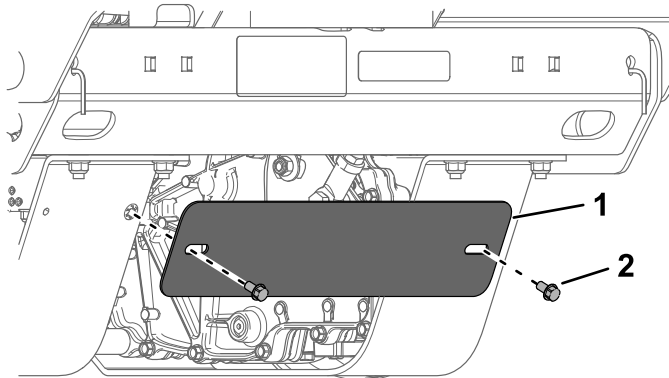

Figura 63
4. Remova os dois parafusos e a placa de proteção (Figura 63).
9. Instale a placa de proteção (Figura 63).